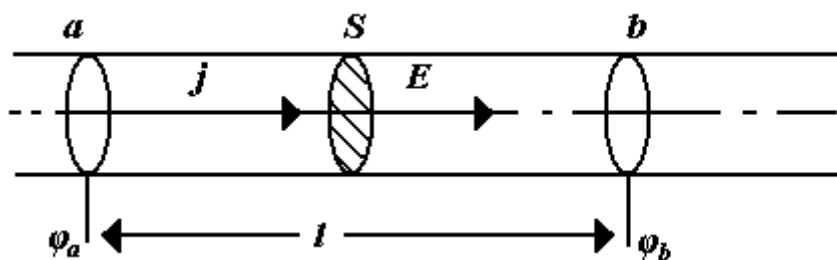

Рис. 1.
Рассмотрим случай, когда электрические токи текут вдоль тонких проводов (проволок) (рис.1).
Умножим это соотношение на элемент длины провода $d\mathbf{l}$ и проинтегрируем полученное выражение по участку проводника \mathbf{ab} (рис.1):
Левая часть формулы (6) есть не что иное, как разность потенциалов (напряжение U на участке \mathbf{ab}) $\varphi_a - \varphi_b = U$ (рис.1):